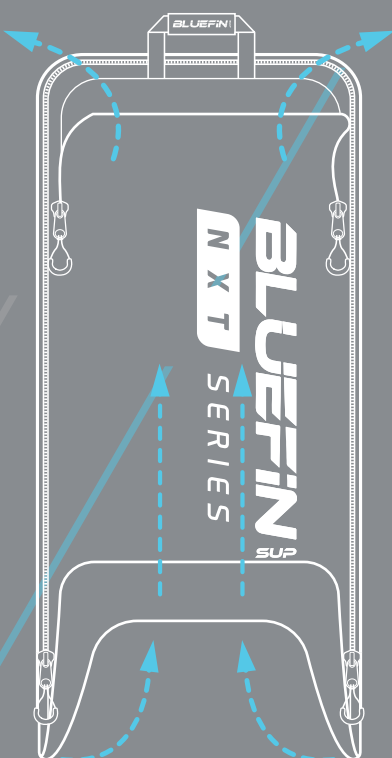

Abbildung 1.
- Öffne die äußere Vordertasche der Tasche und fange an, die Tasche von innen nach außen zu ziehen. **Abbildung 1**